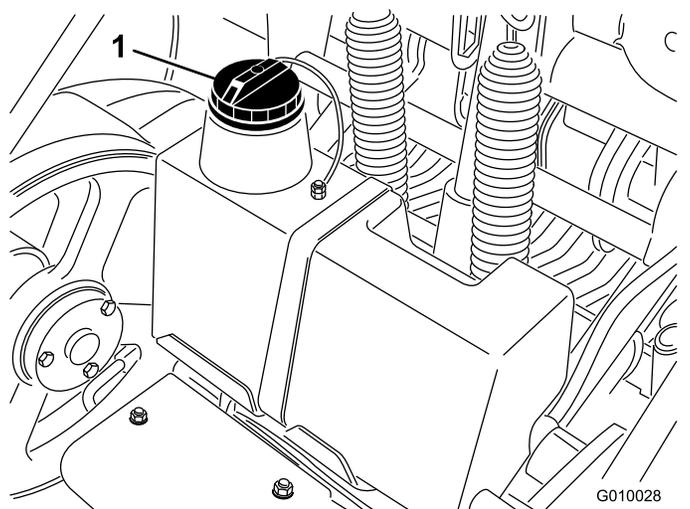

**Figura 60**
2. Abra la cubierta de la correa y retírela (Figura 60).